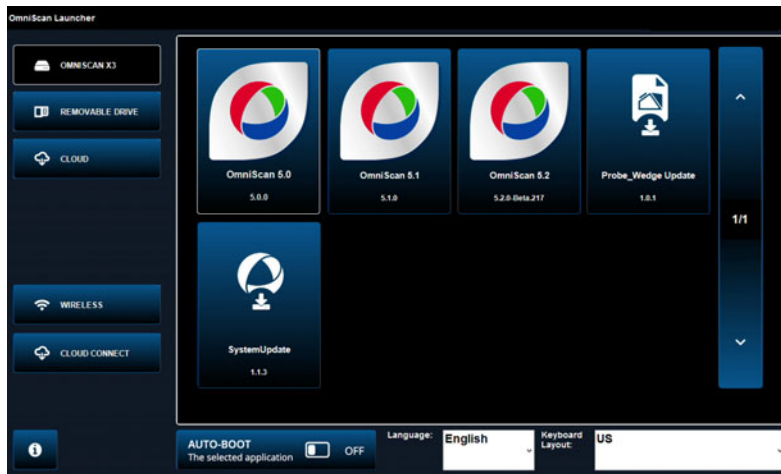

Figura 1-2 Exemplo de tela do iniciador
1. Mantenha o botão Ligar/Desligar () pressionado durante um segundo. O sistema é inicializado, executa uma verificação de memória e a tela de inicialização é exibida (Figura 1-2 na página 22).